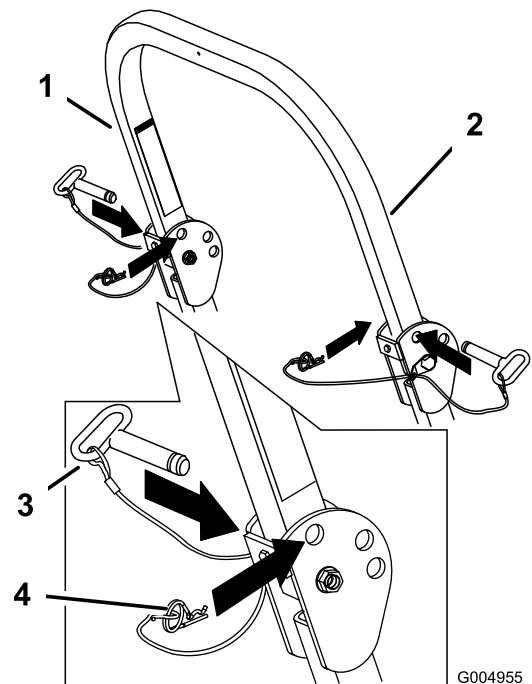

Figure 9
1. Retirez les goupilles fendues puis les 2 axes (Figure 9).
3. Posez les 2 axes et fixez-les avec les goupilles fendues (Figure 9).
4. Pour relever l'arceau de sécurité, retirez les goupilles fendues puis les 2 axes (Figure 9).
5. Relevez complètement l'arceau de sécurité puis insérez les 2 axes et fixez ces derniers avec les goupilles fendues (Figure 9).